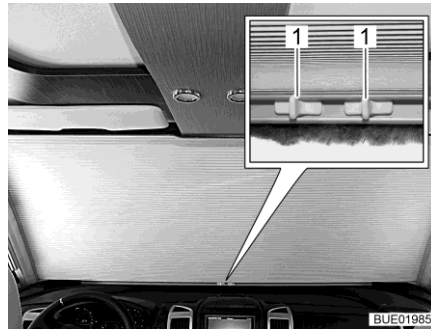

Fig. 11 Dispositif occultant du pare-brise manuel
- Appuyer sur les poignées (Fig. 11,1).